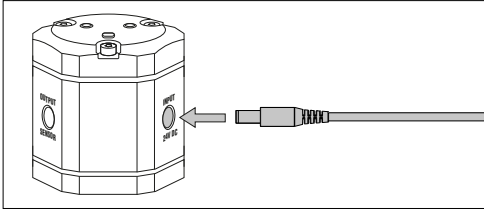

Abb. 6: Anschluss der Spannungsversorgung an den TempoLink® Sensorassistenten
Stecken Sie den Hohlstecker für die Spannungsversorgung ② in die Buchse „INPUT 24VDC“ am TempoLink® Sensorassistenten (Abb. 6)